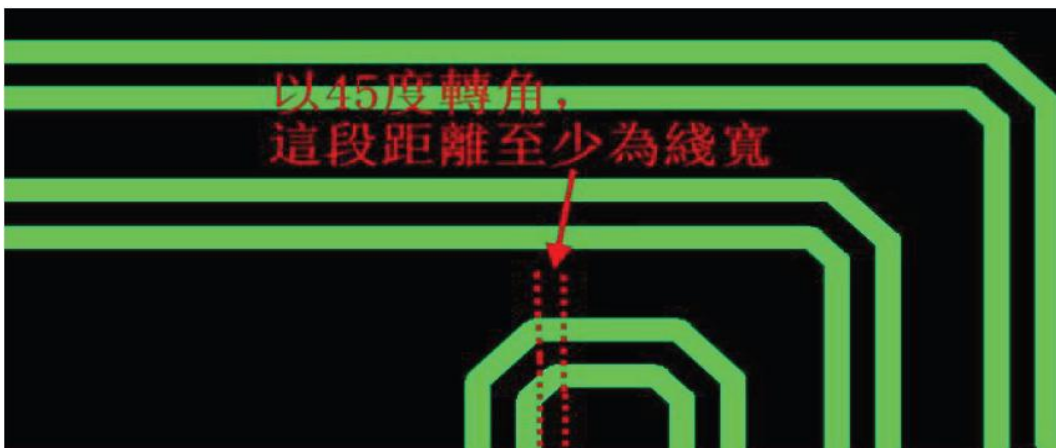

图2.28
8. 需绕线时，请保持转角段宽度至少为线宽，若无法避免，请确保转角处线宽线距仍然满足规则要求，如下图 2.28。